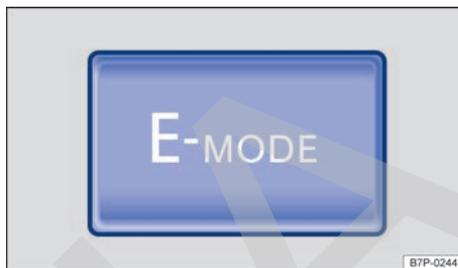

Fig. 126 En la parte inferior de la consola central: tecla para conducción en modo eléctrico ampliado.
El conductor puede ampliar los límites usuales de la conducción en modo eléctrico pulsando la tecla **E-MODE** → fig. 126 y circular siempre en este modo si el estado del sistema eléctrico lo permite. Se pasa entonces a la conducción en modo totalmente eléctrico.
- Se pulsa la tecla **E-MODE** por segunda vez → fig. 126.
Utilice moderadamente la tecla **E-MODE** → fig. 126. La descarga rápida de la batería del alto voltaje con la tecla **E-MODE** conectada puede aumentar el consumo de combustible, ya que en este caso se prioriza la conducción en modo eléctrico, incluso aunque la propulsión con el motor de combustión en marcha fuera más eficiente.